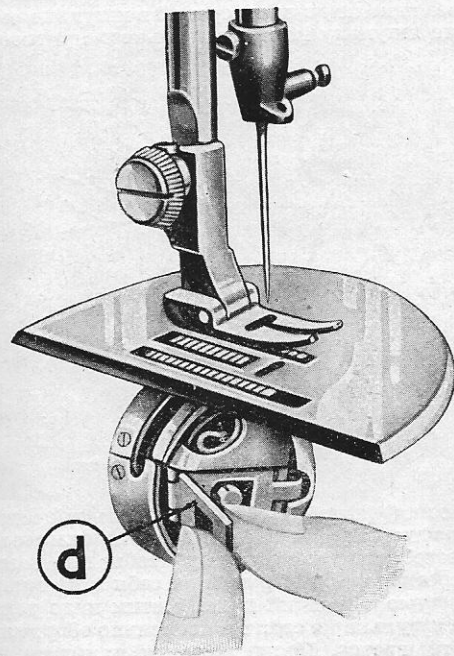
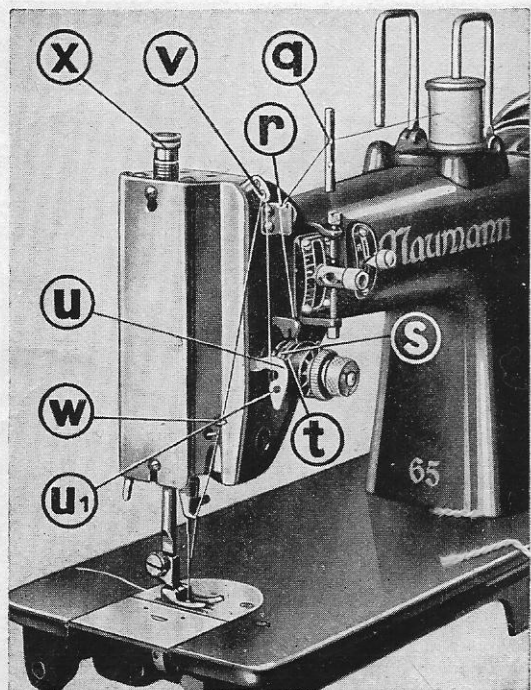
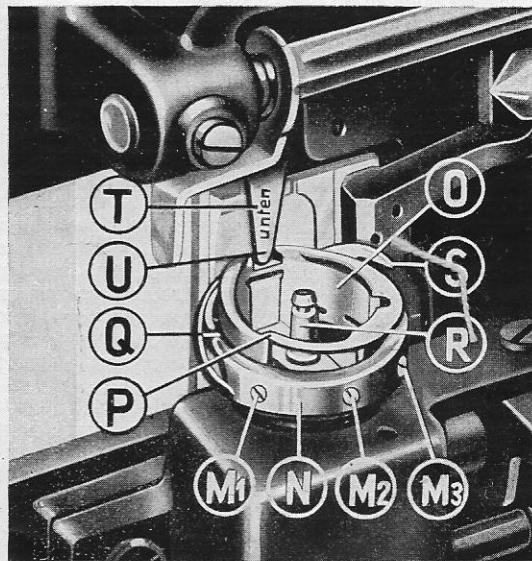

рис. 3
рис. 9
рис. 20
А) Нитка проводится с катушки справа налево через отверстие «q» в штифте (рис. 9) и первый тормазок «г». После этого она идет через оба натяжных диска «s» и под натяжной пружиной «t». Далее нить надо провести под регулирующую дужку «u» и справа налево через ушко
17. ДАВЛЕНИЕ ЛАПКИ (рис. 9)
Нажим швейной лапки должен соответствовать виду ткани. При шитье тонкой шелковой ткани или же легкой материи нажим лапки уменьшается: вывинчиванием винта «X» (рис. 9). Толстые или твердые ткани требуют большего нажима, поэтому в этом случае болт «X» ввинчивается вращением вправо. Нажим должен быть по крайней мере настолько сильным, чтобы ткань, находящаяся под швейной лапкой, при движении иголки вверх, не поднималась вместе с ней.
ват челнока этим способом не удастся, то нужно его тщательно очистить и для этого разобрать следующим способом: после удаления иглы головка откидывается назад и нитепритягиватель «v» (рис. 9) ставится в высшее положение. Теперь вынимается челнок и шпулька (рис. 3). Захват челнока (рис. 20) устанавливается вращением ручного маховика так, чтобы три крепежные винты «M₁», «M₂», «M₃» могли быть удобно вывернуты из обоймы «N» отверткой для захвата челнока. Тогда
может быть снята обойма «N». Если нужно вынуть гнездо челнока «O» из захвата челнока, то конец «P» челночного гнезда должен стоять прямо перед острием захвата челнока «Q» (рис. 20). Посредством большого и указательного пальцев челночное гнездо вынимается за штифт «R» вверх, при том ручной маховик нужно вращать понемногу туда и обратно. Ниткооттягиватель «C» никогда нельзя снимать.
Если захват челнока прочно стоит на своем месте и закрывает доступ к винтам «M₁», «M₂» и «M₃», то надо отвинтить держатель «T» и поворачивать захват челнока до тех пор, пока можно будет отвинтить эти три винта. Если же гнездо челнока вынуть из захвата челнока не удастся, то после удаления винтов «M₁», «M₂» и «M₃» и после снятия обоймы «N» надо снова завинтить челночный держатель. (Челночное гнездо «O» в положении, которое показано на рис. 20, т. е. острие захвата челнока «Q» и конец «P» челночного держателя должны стоять рядом), и тогда посредством вращения ручного маховика вперед и назад можно освободить и вынуть челночное гнездо «O». Теперь захват челнока может быть тщательно прочищен керосином.